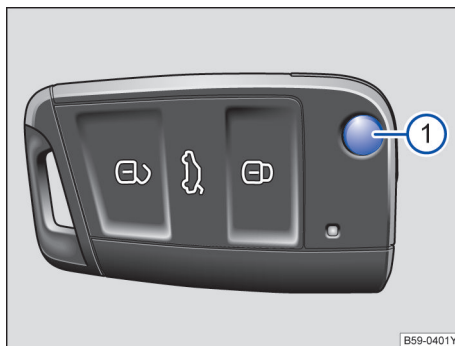

图 47 遥控钥匙
按压按钮 → 图 47① 即可解锁并翻开钥匙头。
如短时间内反复按压汽车钥匙上的按钮 → 图 47 或中央门锁某个按钮 → 第 59 页，则中央门锁系统将暂时关闭，防止系统过载，此时汽车处于解锁状态，必要时锁止汽车。